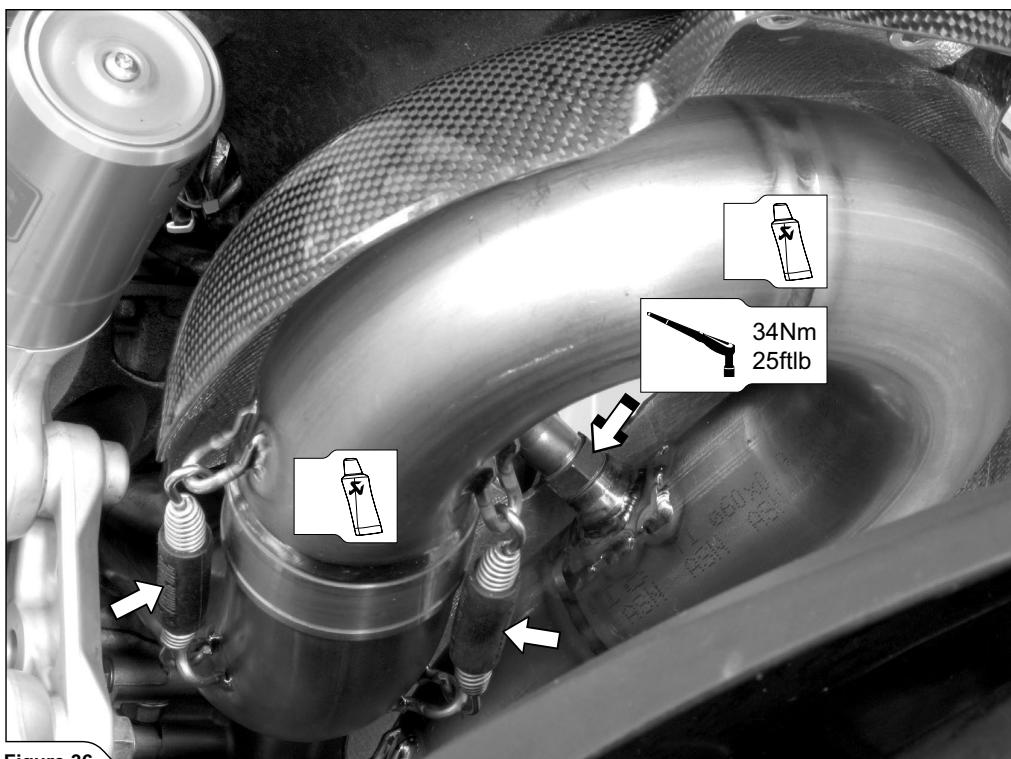

Figure 36
- リア連結ホースをマニホールド上でスライドさせます。スプリングを取り付け、ラムダセンサーを締め付けます (図 36)。